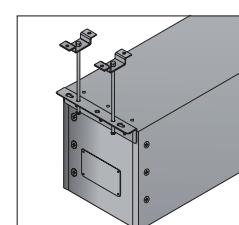

图 3
- 测量安装板的孔距，按（图3）所示用八个吊钩和八条M12的螺丝杆紧固在钢筋混凝土结构的天花板上，螺丝杆的长度视银幕安装距离天花的高度而定。